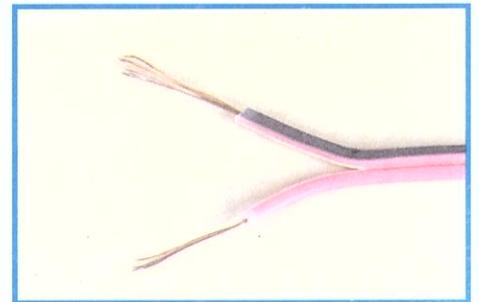

Figura 9 - Cabo polarizado.
**Cabo polarizado:** este tipo de cabo é constituído por um cordão paralelo comum onde um dos condutores é encapado com material de cor adversa ao outro; geralmente, adota-se, para as capas, as cores preta e vermelha (figura 9).